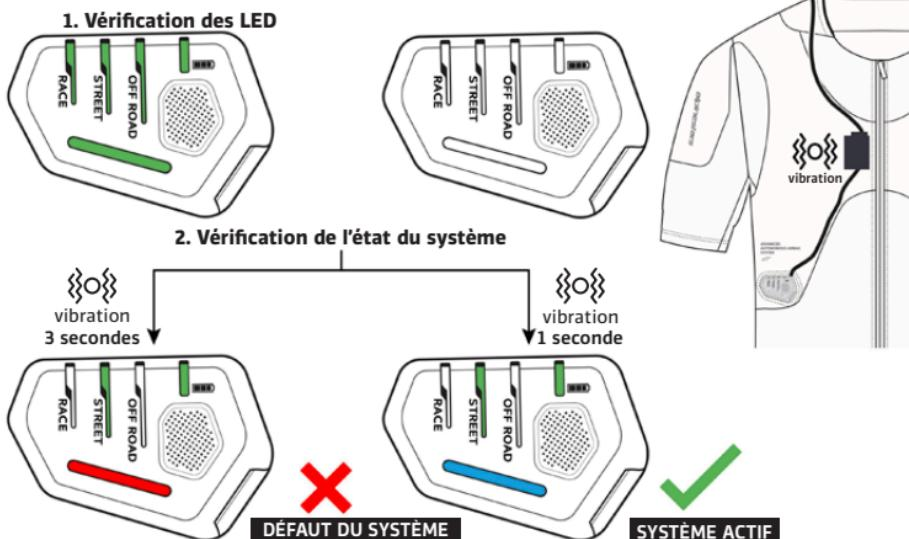

Figure 9 : Le système effectue à la fois le contrôle des LED et le contrôle de l'état.
- 1) Vérification des LED : au cours de cette phase, le système vérifie que toutes les LED présentes sur l'écran à LED (3) fonctionnent correctement. L'utilisateur constate que tous les voyants disponibles (3b, 3c, 3d) s'allument en VERT SOLIDE pendant environ une seconde, puis s'éteignent, comme le montre la figure 9.
- 2) Vérification de l'état du système : après la phase de vérification des LED, la LED d'état du système (3b) s'allume en BLEU SOLIDE, indiquant que le système est actif (figure 9) et qu'il est donc prêt à protéger l'utilisateur en cas d'accident. Une brève vibration d'environ 1 seconde est également ressentie à proximité du zip d'activation (2). Dans cet état, l'utilisateur peut également vérifier le mode de conduite (LED de mode de conduite [3c]) en cours et le niveau de la batterie du système (LED de niveau de batterie [3d]) (voir la section 8 ; « Résumé des indications de l'affichage à LED (3) »).
Avertissement ! Si le voyant d'état du système (3b) devient ROUGE SOLIDE, une défaillance du système est présente (Figure 9). Une longue vibration d'environ 3 secondes est également ressentie à proximité du zip d'activation (2). Cette condition indique que le système ne fonctionne PAS correctement et qu'il n'est donc pas prêt à protéger l'utilisateur en cas d'accident (voir la section 19 « Dépannage »).